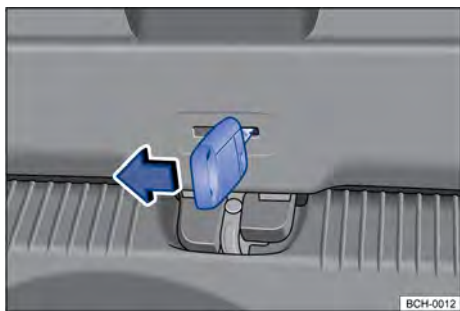

Fig. 58 No compartimento de bagagem: destravar a tampa traseira.
- Inserir a haste da chave na abertura na tampa traseira → Fig. 58 e deslocar a alavanca de destravamento no sentido da seta.